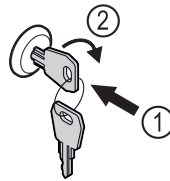

Fig. 169
- ▶ Вдавити ключ. Fig. 169 (1)
- ▶ Повернути ключ на 90° за годинниковою стрілкою. Fig. 169 (2)